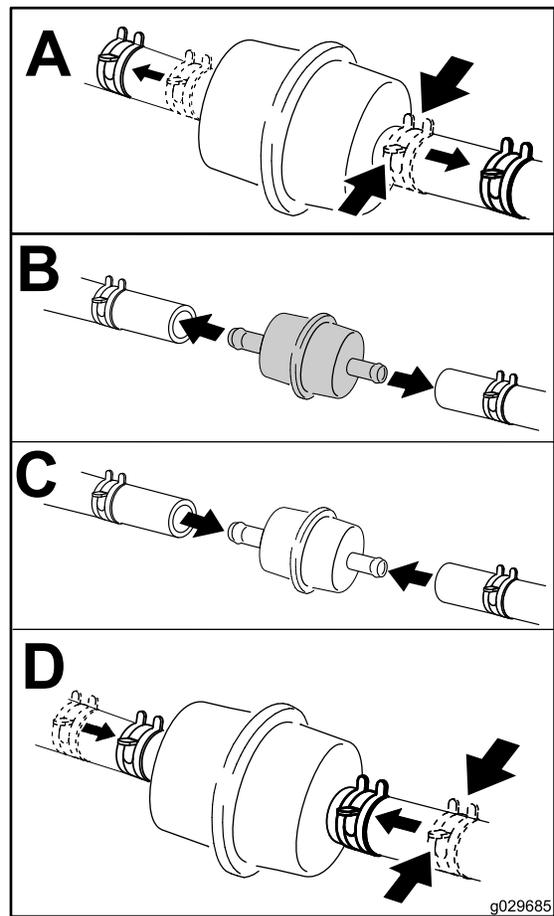

Рисунок 45
6. Подставьте под топливный фильтр чистую емкость и замените топливный фильтр, как показано на Рисунок 45.